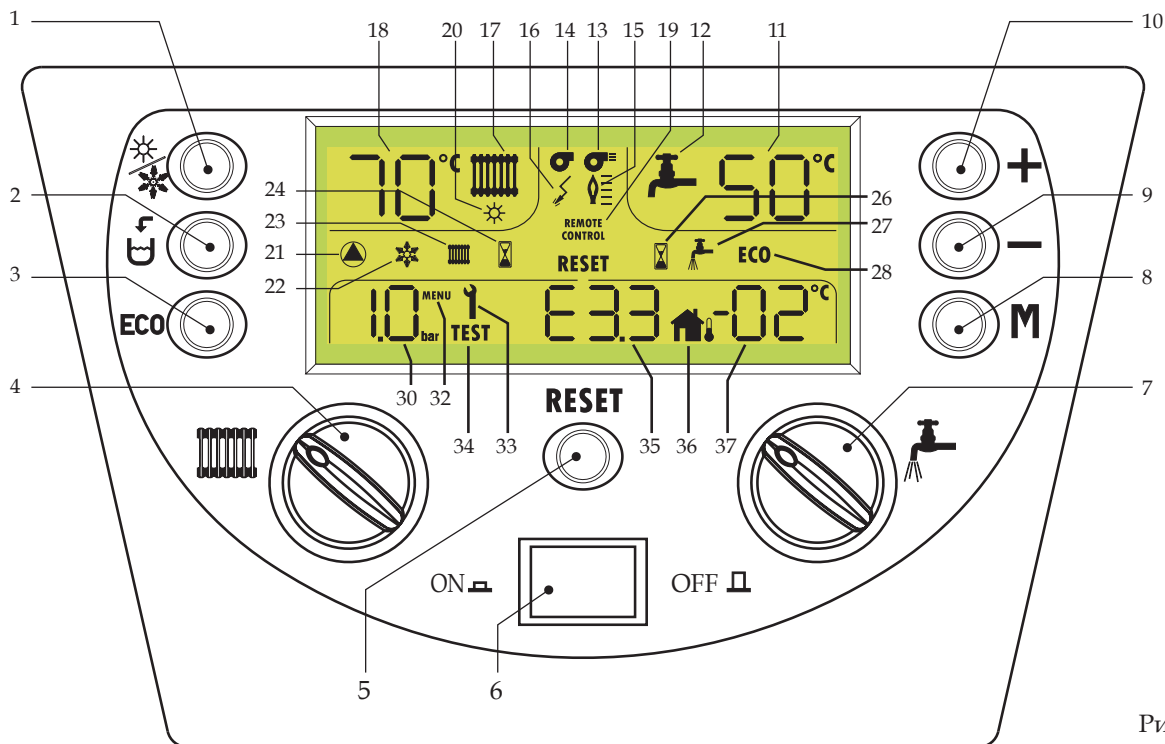

Рис. 1
Для включения/отключения режима Комфорт достаточно нажать клавишу 3 (ECO  - 3 рис. 1). Когда включен режим Комфорт, надпись ECO исчезает с дисплея.
Для восстановления рабочего режима - нажать клавишу 5 (Сброс (Reset) - рис. 1).
- ☐ Нажать клавишу ВКЛ/ВЫКЛ (ON/OFF) (см. рис. 1)
Нажать клавишу ВКЛ/ВЫКЛ (ON/OFF) (см. рис. 1)
Для выбора одного из двух режимов достаточно нажать клавишу 1  (рис. 1).